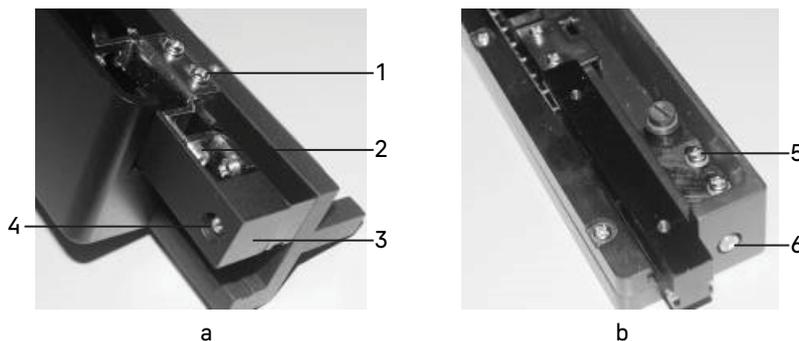

Рис. 17. Регулировка жесткости хода рукояток
2. Регулировка рукоятки продольного перемещения (рис. 17а): выверните винт 4 с крестообразным шлицем, снимите перегородку 3, слегка ослабьте винт 1 с крестообразным шлицем, отрегулируйте винт 2 ключом шестигранником.
3. Регулировка рукоятки поперечного перемещения (рис. 17б): слегка ослабьте винт 5 с крестообразным шлицем, отрегулируйте винт 6 ключом шестигранником.